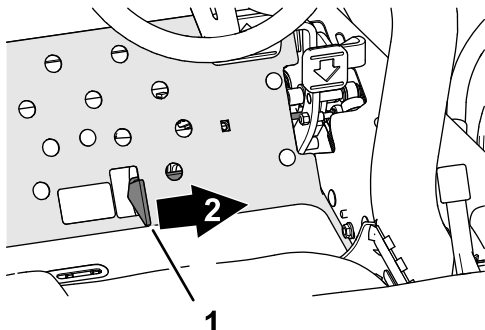

Figura 37
3. Deplasai comutatorul de acionare pentru unitatea de tăiere în poziia CUPLARE (Figura 37).
4. Împingei în față maneta pentru ridicarea/coborârea lamei de cosit (Figura 37)